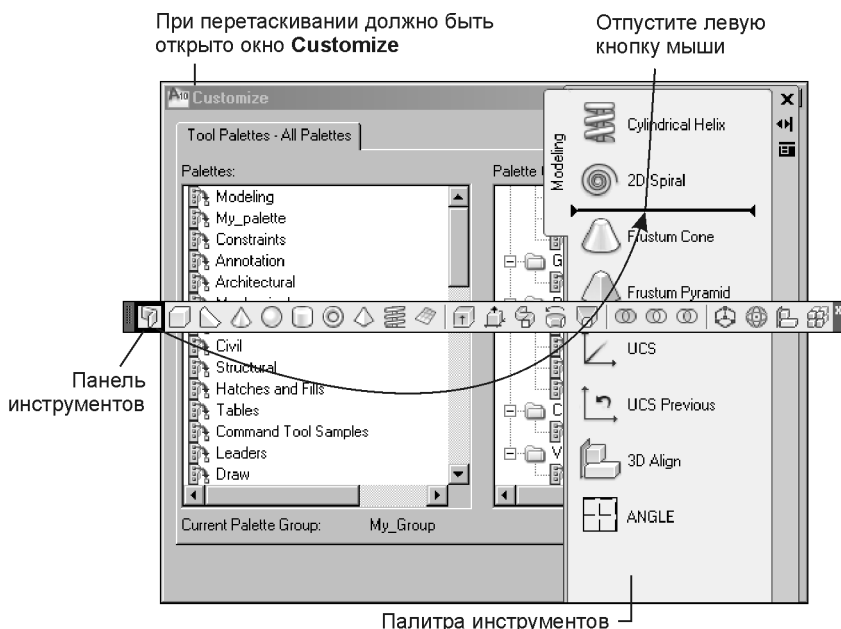

Рис. 2.6. Перетаскивание кнопок с панели инструментов на палитру инструментов
2. Расположите на экране диалоговое окно **Customize** (Адаптация), палитру инструментов и панель инструментов так, чтобы было удобно перетаскивать кнопки с панели инструментов на палитру (рис. 2.6).